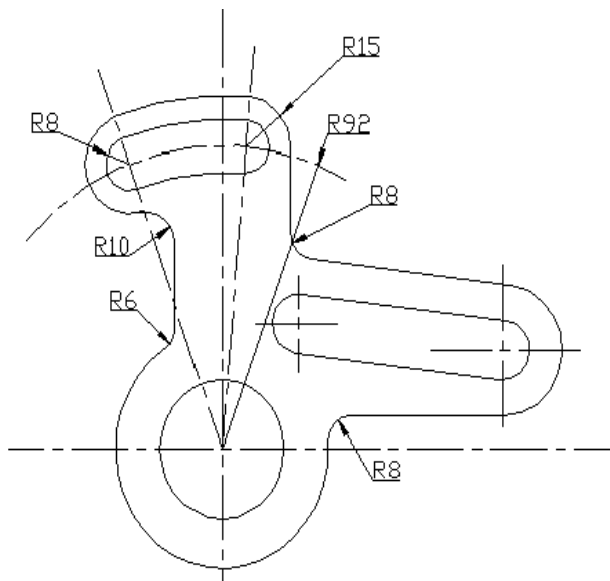

图 6-61
(27)单击【格式】下拉菜单中的【标注样式】选项，打开【标注样式管理器】对话框，在该对话框中选择“机械”标注样式，单击“置为当前”按钮。把“机械”标注样式置为当前标注样式。单击【标注】工具栏上的按钮，标注图形中所有的半径尺寸。如图 6-61 所示：